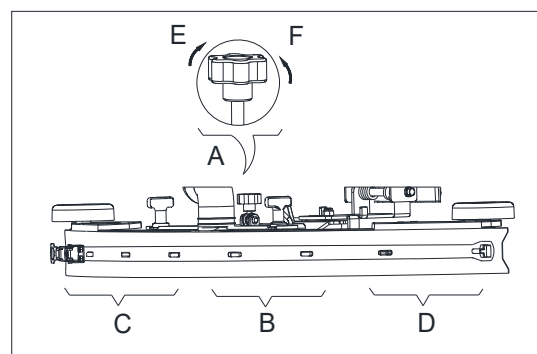

Figura 5
3. Regolare il tergipavimento mediante la manopola di regolazione del tergipavimento (A, Figura 5).
- a) Se c'è uno spazio vuoto tra il suolo e la sezione intermedia della lama del tergipavimento posteriore (B), regolare il pomello (A) in senso antiorario (F) finché ogni sezione della lama del tergipavimento aderisca perfettamente al suolo, e la lama frontale tocchi il suolo leggermente.
- b) Se c'è uno spazio vuoto tra il suolo e entrambe le estremità della lama posteriore (C e D), regolare il pomello (A) in senso orario (E) finché tutte le sezioni della lama siano bene a contatto con il suolo e la lama frontale tocchi il suolo leggermente.